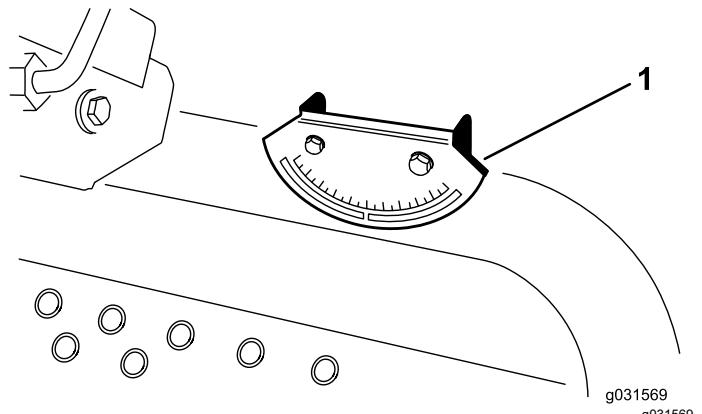

図 5
2. 機体のクロスピーム燃料タンク脇に携帯式の斜面計付属品を置いて、機体が水平になっていることを確認する図 5。